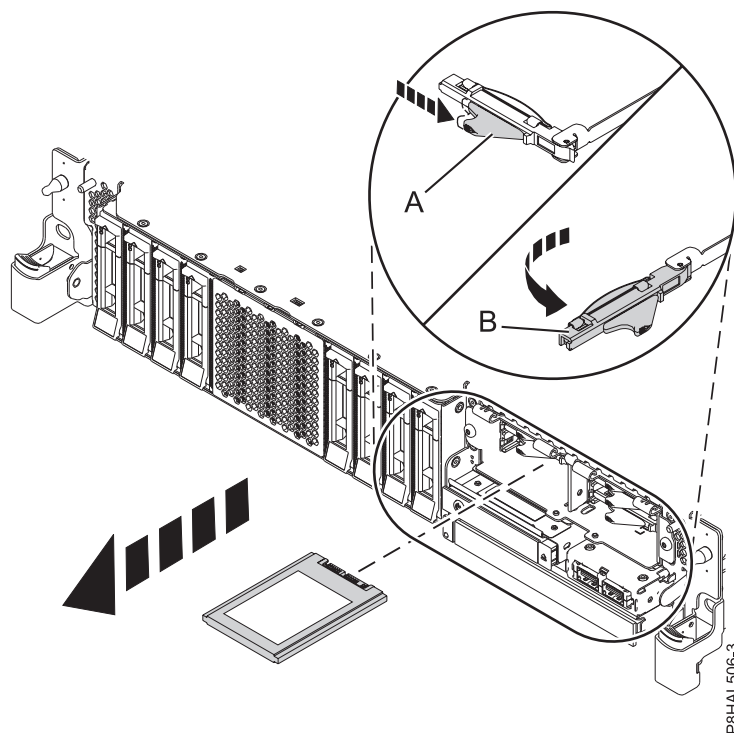

Figura 92. Extracció d'una SSD d'un sistema de funció expandida
11. Quan el LED d'identificació parpellegi, desbloquegeu la nansa de la unitat **(B)** fent pressió al pestell de la nansa **(A)** en la direcció que es mostra i estirant la nansa de la unitat **(B)** cap a vosaltres, tal com es mostra Figura 92 a la pàgina 93. Si la nansa encara no ha sortit del tot, la unitat d'estat sòlid no podrà lliscar fora del sistema.